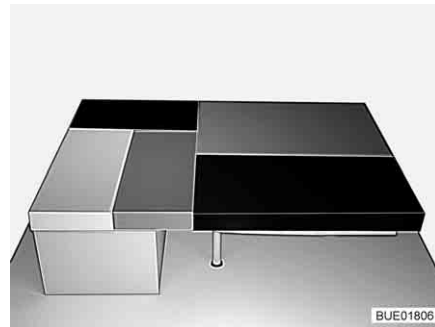

Fig. 119 Après la transformation
- Poser le coussin supplémentaire étroit sur la rallonge latérale de lit sur la banquette longitudinale (voir Fig. 119).